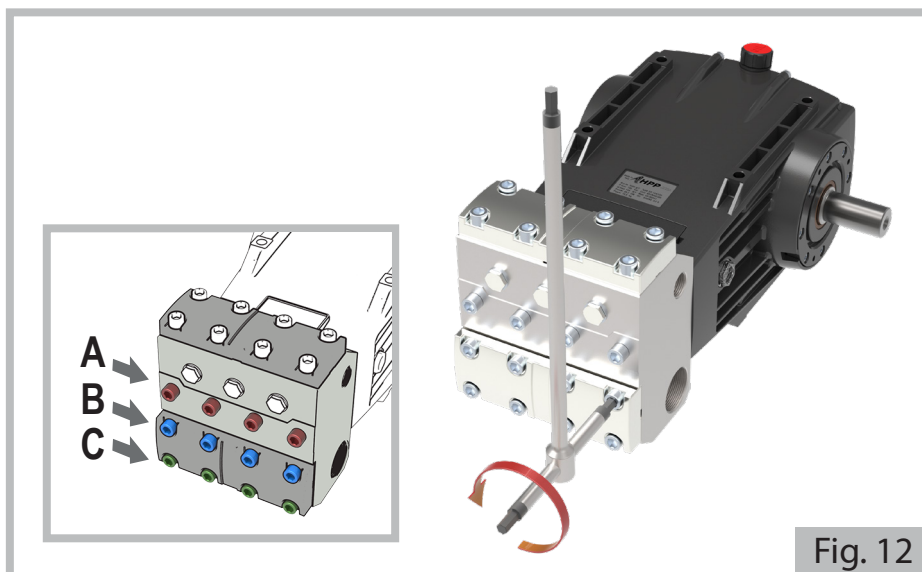

Fig. 12
- a) Mediante uma chave umbraco 12 mm, afrouxar de uma rotação os quatro parafusos **C** e desapertar completamente os oito parafusos **A** e **B** (vide pormenor na Fig. 12). Extrair com atenção a cabeça (3)